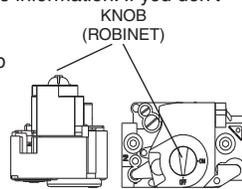

Figure 1
6. Move the gas control knob clockwise  to "OFF". (See Figure 1)
7. Wait five (5) minutes to clear out any gas. Then smell for gas, including near the floor. If you smell gas, **STOP!** Follow "B" in above information. If you don't smell gas, go to the next step.
8. Move the gas control knob counterclockwise  to "ON". (See Figure 1)
6. Faire tourner le robinet à gaz dans le sens des aiguilles d'une montre  pour l'amener sur la position OFF (Arrêt) (Voir Figure 1).
7. Attendre cinq (5) minutes pour s'assurer de la dissipation du gaz.
8. Faire tourner le robinet à gaz dans le sens inverse des aiguilles d'une montre  pour l'amener sur la position ON (Marche) (Voir Figure 1).
4. Move the gas control knob clockwise  to "OFF". Do not use force. (See Figure 1)
4. Faire tourner le robinet à gaz dans le sens des aiguilles d'une montre  pour l'amener sur la position OFF (Arrêt) Ne pas forcer (Voir Figure 1).